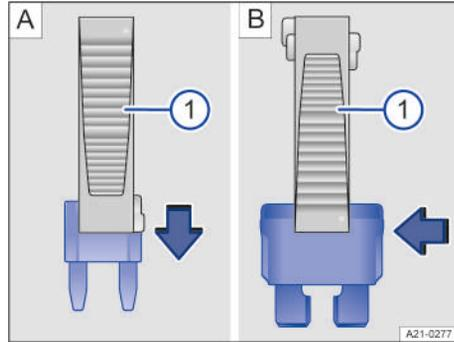

Fig. 162 Extraer o colocar un fusible (representación esquemática).
① Pinzas de plástico
- Dado el caso, retire las pinzas de plástico → fig. 162 ① de la tapa de la caja de fusibles .
- En el caso de los *fusibles pequeños*, agárrelos con las pinzas ① desde arriba → fig. 162 [A], o, en el caso de los *fusibles grandes*, desplace las pinzas ① lateralmente sobre el fusible → fig. 162 [B].
- Si el fusible se ha fundido, sustitúyalo por uno nuevo del *mismo* amperaje (de igual color y tamaño) y del *mismo* tamaño → ①.